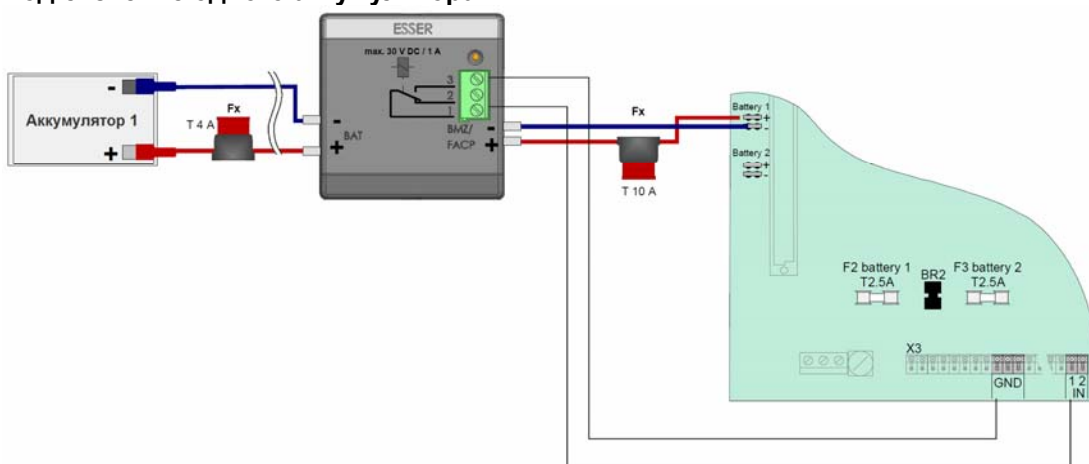

Рис. 28: Подключение одного аккумулятора
**Внимание:** клеммы сетевого питания (см. рис. 28) – несъемные!